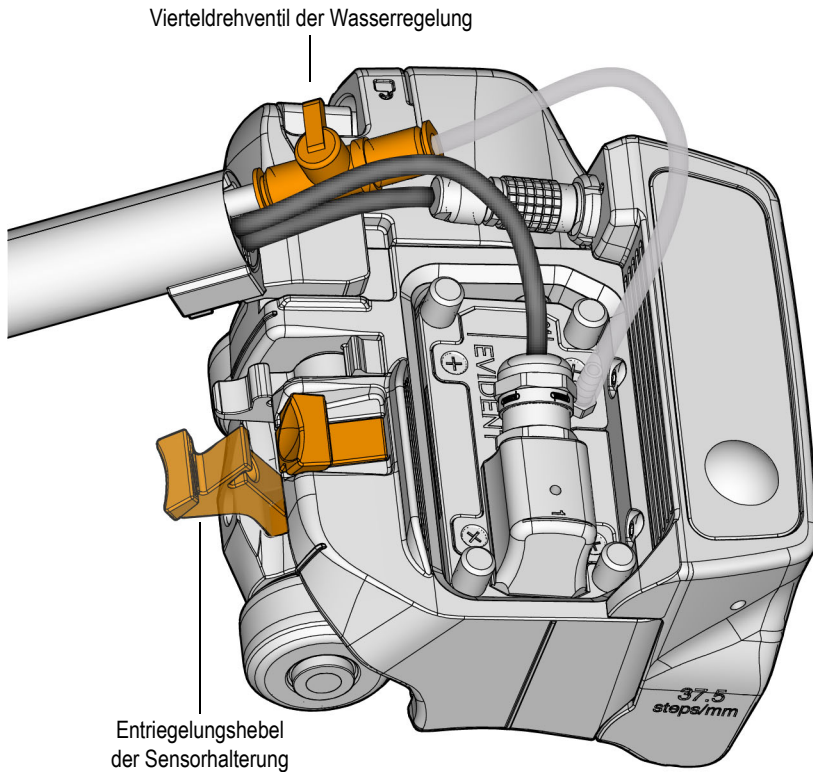

Abbildung 4-3 Vierteldrehventil der Wasserregulung und Entriegelungshebel
3. Öffnen Sie das Vierteldrehventil der Wasserregulung (siehe Abbildung 4-3 auf Seite 66).